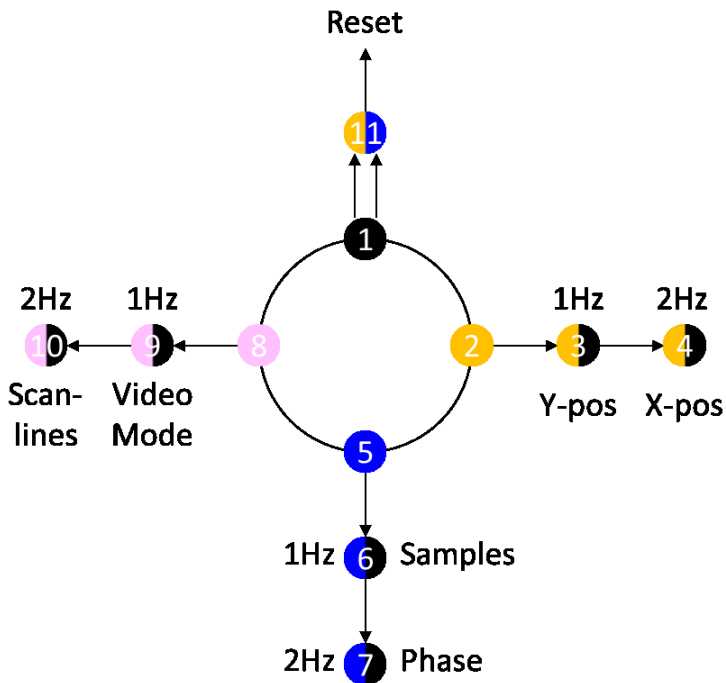
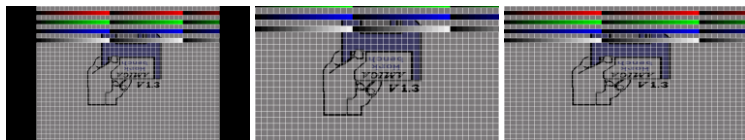

Abbildung 1: Menüführung per Drehschalter. Ein farbig/schwarzer Kreis bedeutet "LEDs blinken". Ein Pfeil bedeutet "Klick", ein Doppelpfeil "Doppelklick".
Abbildung 9: Mögliche Darstellungen eines 640x480 Bildes auf einem 1920x1080 Monitor
2. Navigieren Sie mit dem Drehschalter in Zustand 11 (s. Abbildung 1).
Zur bestmöglichen Ausnutzung der Anzeigefläche des Monitors aktivieren Sie die Auswahl des Video-Modus (Zustand 9 in Abbildung 1). Das überlagerte Gitter zeigt das vollständige Ausgabebild des D520. Alles außerhalb dieses Gitters (genauer: des äußeren Rahmens) wird vom Monitor erzeugt. Ein typischer Fall ist ein 640x480 Bild, das auf einem 1920x1080 Monitor angezeigt wird. Wie in Abbildung 9 dargestellt, können folgende Fälle auftreten: links und rechts sind schwarze Ränder, oben und unten sind Zeilen abgeschnitten oder das Bild ist
Figure 1: Control knob navigation map. A colored/black circle indicates blinking. An arrow means "push the control knob". A double arrow means "double click the control knob".